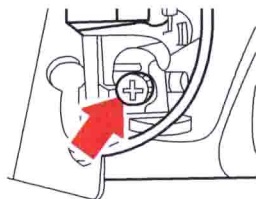
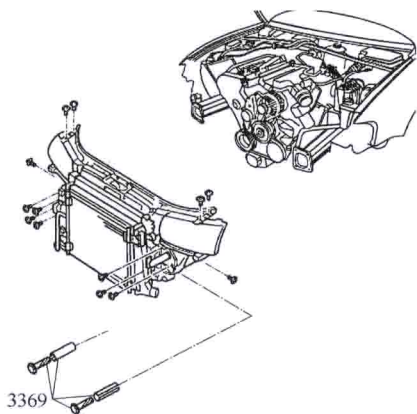
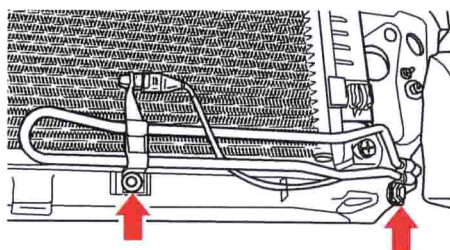

图 3-2 排放螺塞
图 3-3 散热器支架
图 3-4 助力转向液压油冷却管
1) 首先清洁发动机舱, 拆下蓄电池负极线, 按照《维修手册》将前保险杠、冷凝器和散热器支架拆下, 拆下空气滤清器总成盖板、吸气口、两前照灯插头、两转向灯、前盖拉索和前保险杠固定螺钉, 取下下隔音板, 拔下前雾灯插头, 卸下前保险杠, 并安置在规定位置。在冷却液无压力状态下打开膨胀罐盖、逆时针拧下图 3-2 箭头所示的散热器排放螺塞, 如有需要, 可接上辅助软管, 排出冷却液于收集盘 VAG 1306 中; 拔下冷却液侧接头、散热器上下冷却液软管、涡轮增压器进气管接头、空调压缩机处接头和空调压力开关插头, 拆下散热器支架 (图 3-3) 固定螺栓, 安装定位销 3369, 松开冷凝器固定销, 取下支架, 将冷凝器上移且向侧面移动, 并用金属丝将其固定在右前轮上; 从支架上松开车外温度传感器。拧下助力转向液压油冷却管 (图 3-4), 并将其放在一旁; 不打开液压油管路。取下散热器支架, 并置于规定位置。